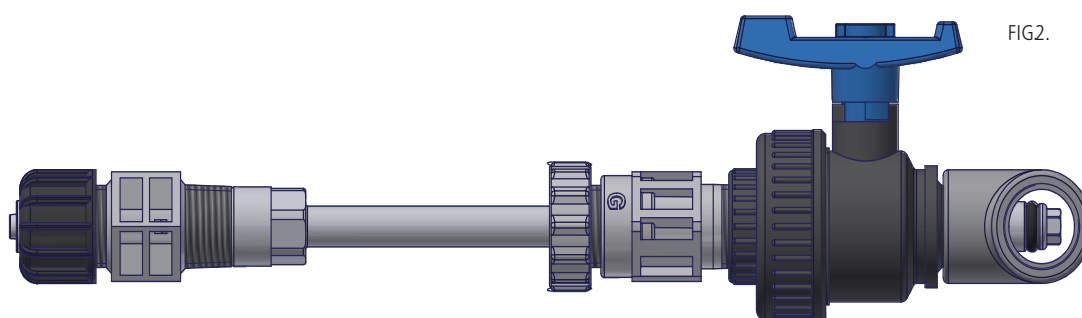

FIG2.
- Serrare saldamente l'anello sul dado come in fig 2 per evitare che la lancia venga espulsa dalla pressione dell'acqua.